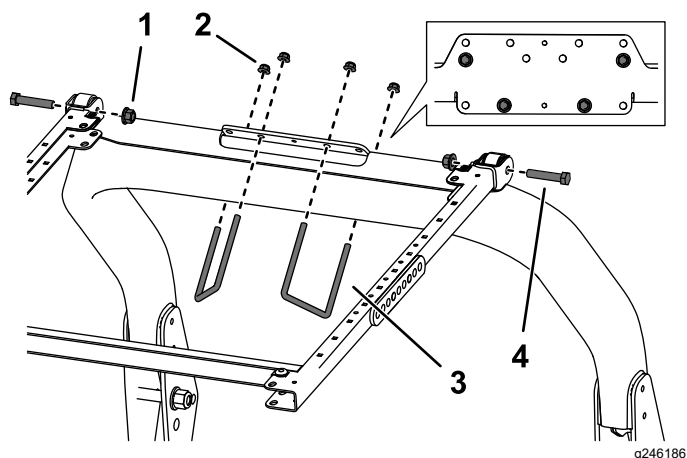

Рисунок 38
6. Установите монтажный кронштейн ROPS на верхнюю часть защитной дуги тягового блока (Рисунок 38). Убедитесь в том, что защитная
7. Используя монтажные отверстия, показанные на Рисунок 38, прикрепите каждый монтажный кронштейн ROPS к верхней части защитной дуги с помощью 2 U-образных болтов (3 1/2 x 5 дюйма) и 4 фланцевых гаек.